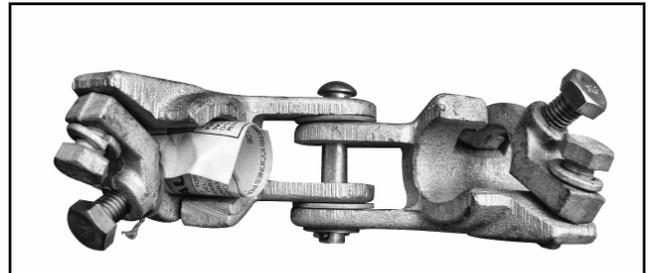

Figura 33. Conexiones de un cople doble de un mecanismo de cuchillas principales.
**Paso 27** Se realizan los mismos pasos para el acoplamiento de los tubos que el de las cuchillas principales, solo que en la instalación del mecanismo de puesta a tierra se utilizan diferente tipo de interconexión en los coples, ya que se fija con un perno de cabeza gota de una longitud más larga que son de 4 pulgadas y el diámetro es de 1/2 pulgada junto con un espaciador utilizando una chaveta en el barreno del perno para evitar que salga de su posición una vez que se haya fijado al cople. Ver Figura 33 y 34A.